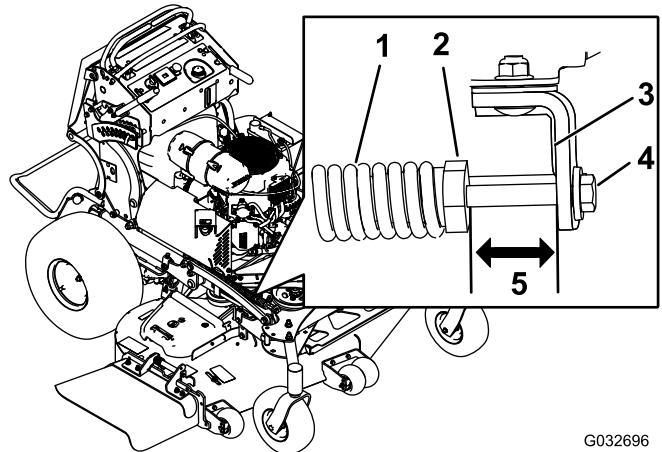

Figure 102
2. Vérifiez la distance entre l'écrou de ressort et l'arrière du support soudé (Figure 102).
3. Assurez-vous que la longueur est de 51 mm (2 po) pour les tabliers de coupe de 122 cm et 132 cm (48 po et 52 po) et de 38 mm (1,5 po) pour les tabliers de coupe de 152 cm (60 po), comme montré à la Figure 102.
4. Au besoin, réglez la distance en ajustant le boulon sur l'avant du support (Figure 102).